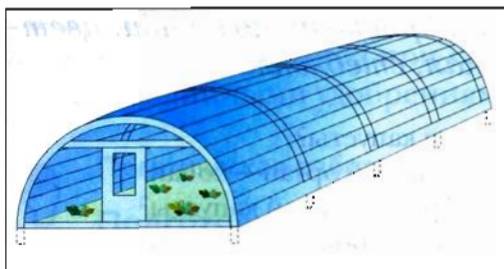
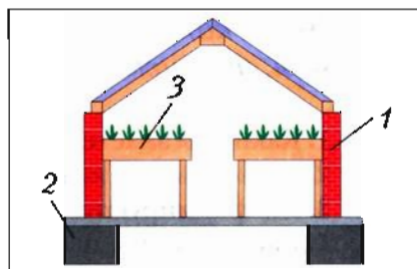

Рис. 8. Арочная теплица (весенняя)
Рис. 9. Двускатная зимняя теплица: 1 — стена, 2 — фундамент, 3 — стеллаж
*Теплицы* бывают весенние и зимние. Весенние теплицы предназначены для выращивания овощей с весны до осени. Их можно укрывать стеклом, но чаще используют плёнку (рис. 8). Зимние теплицы более капитальные, их применяют круглогодично (рис. 9).